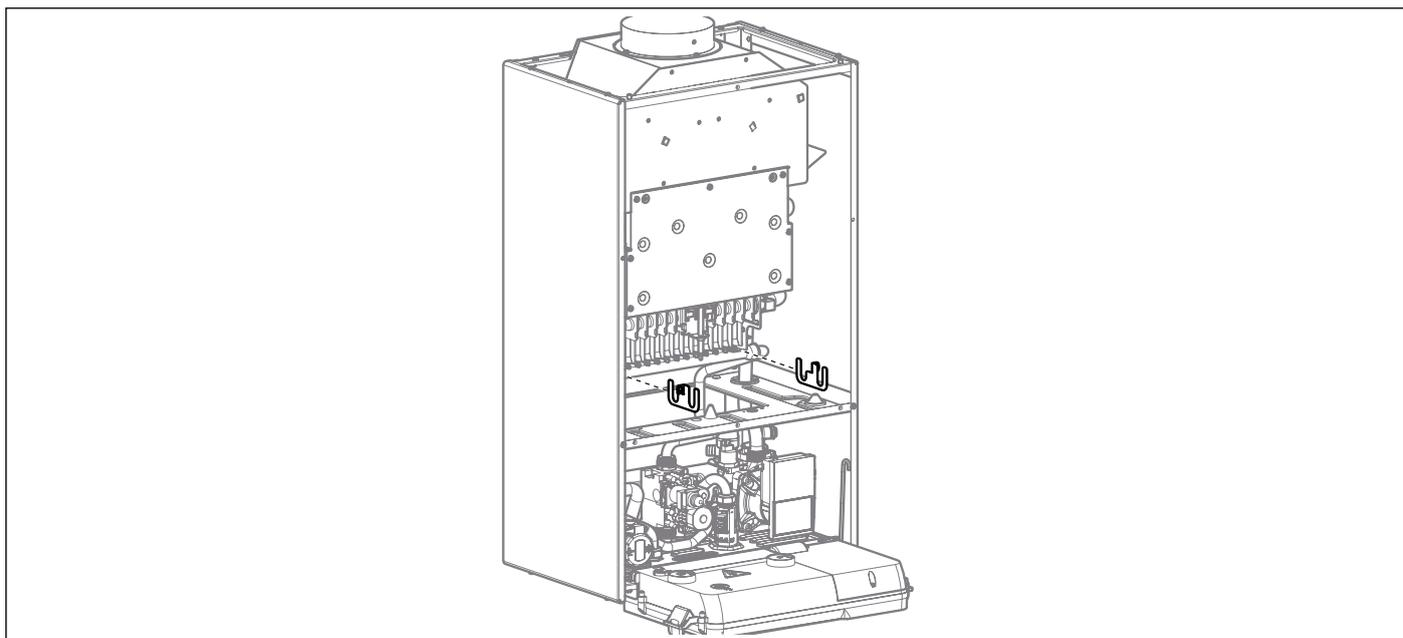

Fig. 26 Staffe
- Rimuovere le 2 staffe che fissano il collettore alle rampe del bruciatore (vedi Fig. 26 Staffe).